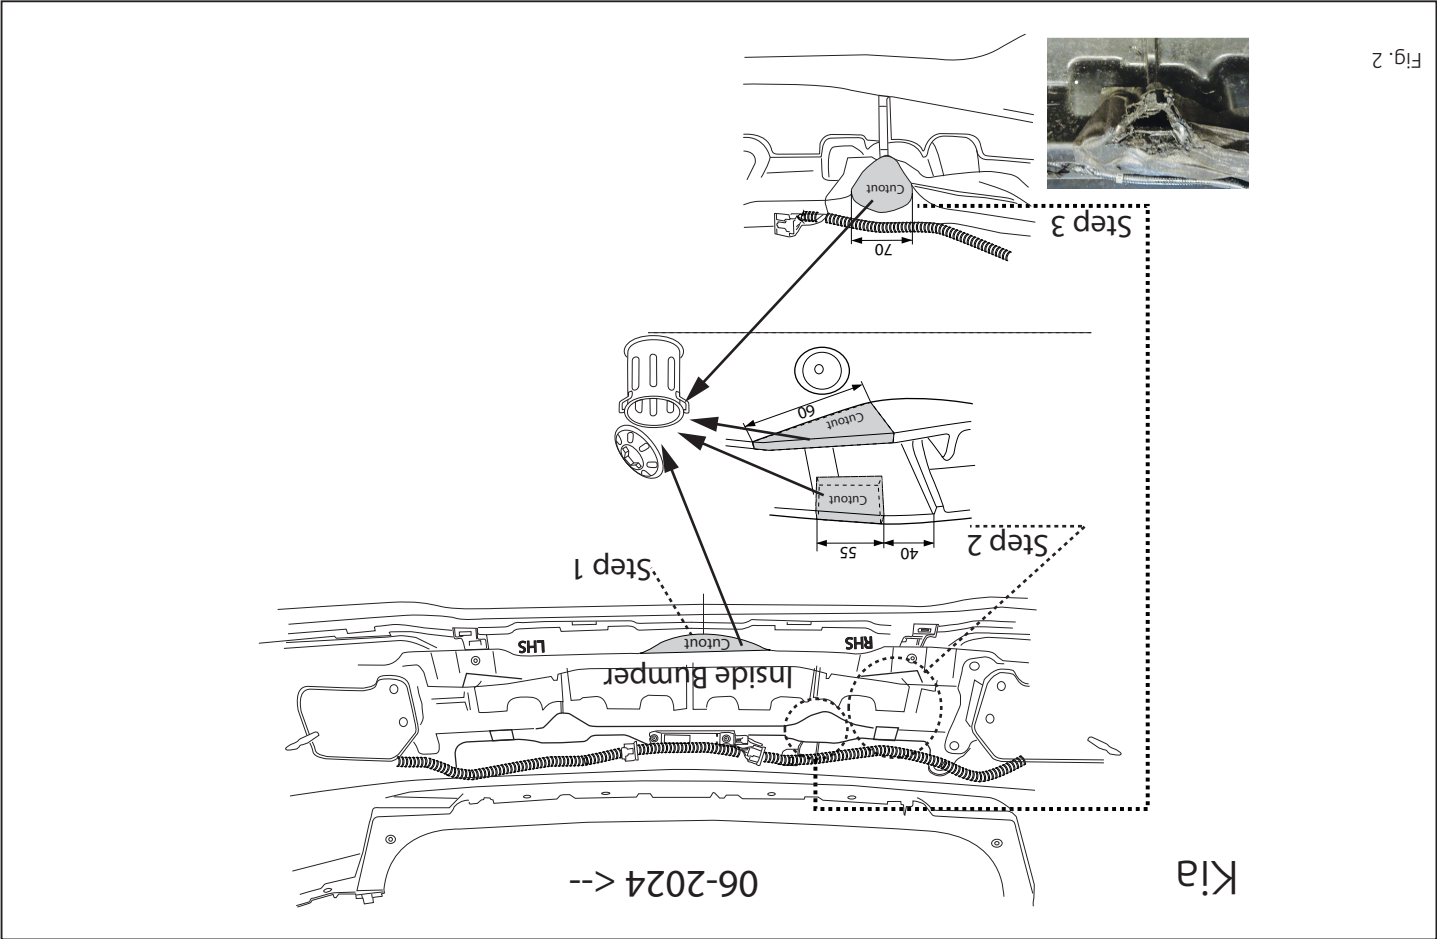

Fig. 2
3. Release the exhaust pipe from its last (3) holders. Position support A and attach it at points C and D including shim B but do not tighten fully.
8. Tighten all nuts and bolts to the torque indicated in the drawing. Saw out the portions as indicated in fig. 2,3,4,5 and 6
3. Den Auspuff aus den hintersten (3) Gummiaufhängungen nehmen.
9. Gemäß Abb. 2,3,4,5 und 6 die angegebenen Teile heraussägen.
3. Détacher l'échappement des attaches en (3) caoutchouc postérieures. Positionner le support A et le fixer aux points C et D ainsi que les plaquette de calage B, monter l'ensemble sans serrer.
8. Scier les parties indiquées conformément à la figure 2,3,4,5 et 6.